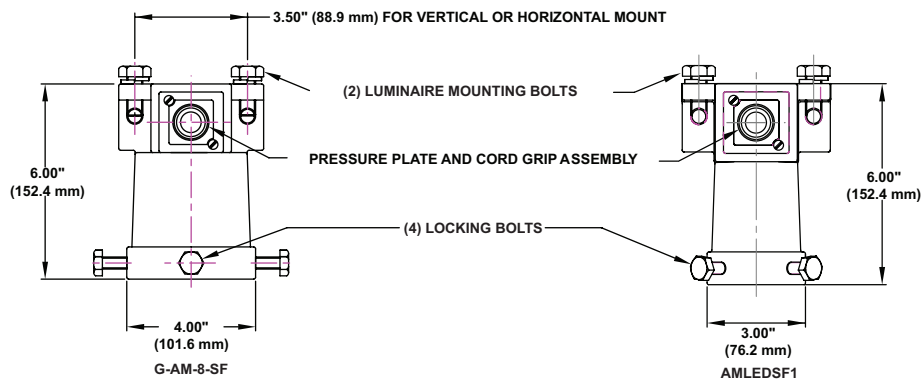

Figure 10: Dispositifs d'insertion pour tête de poteau (P/Ns: G-AM-8-SF & AMLEDSF1)
1. Desserrez les deux vis de la plaque de pression pour l'entrée du cordon/câble. Voir Figure 10.
6. Installez le luminaire avec son étrier sur le dispositif d'insertion pour tête de poteau à l'aide des deux boulons de fixation du luminaire (fournis). Serrez fermement les boulons. Voir Figures 10 et 11.